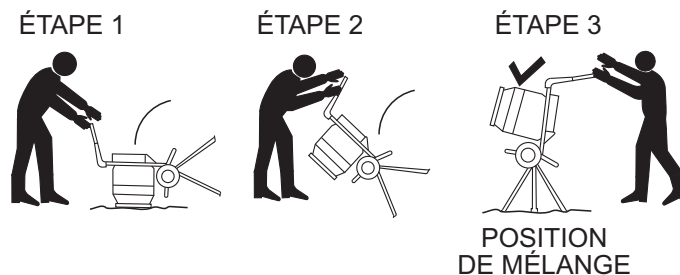

Figure 14. Incliner le mélangeur en position verticale
11. Lorsque le pied a été assemblé et que la pince de verrouillage a été fixée, commencez à incliner le mélangeur en position verticale. Rappelez-vous de **toujours** incliner à partir de l'avant du mélangeur tel qu'indiqué à la Figure 14.